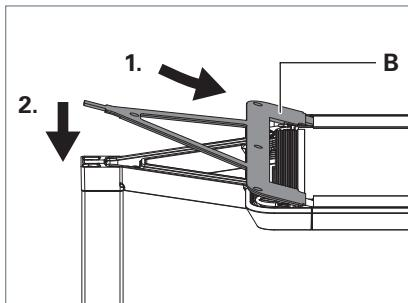

Fig. 8: Monter le recouvrement.
- Posez le recouvrement **B** avec les trois languettes à l'arrière du recouvrement dans les renflements de la tête du luminaire et appuyez fermement sur le recouvrement, voir Fig. 8.